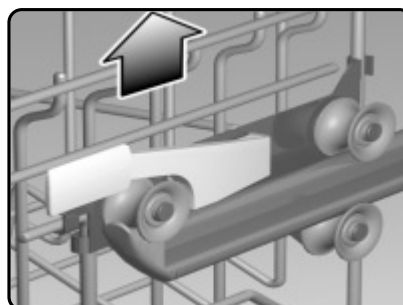

Figure 12/illus. 12
- 4) You do not need to press the RackMatic™ handles to raise the rack. Grasp the upper rack by the upper edge and gently pull it upward, as shown in Figure 12, until the RackMatic™ handles lock the rack into position.
- 4) Il n'est pas nécessaire de presser les poignées RackMatic™ pour soulever le panier. Saisir le panier supérieur par le bord supérieur et délicatement le tirer vers le haut, figure 12, jusqu'à ce que les poignées RackMatic™ se verrouillent en position.
- 4) No es necesario que oprima las manillas del RackMatic™ para elevar el estante. Agarre el estante superior por la orilla superior tal como muestra la Ilustración 12 y delicadamente jálelo hacia arriba hasta que las manillas del RackMatic™ enganchen el estante en su posición.